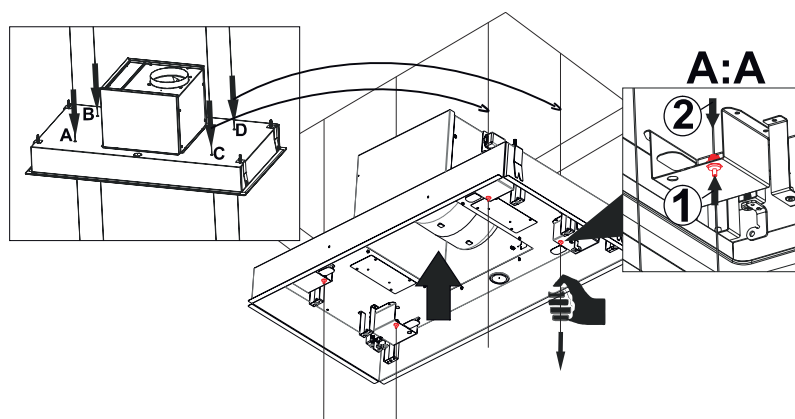

Fig. 13
- 6.** → Før 4 stålwire til punkterne A,B,C,D på produktets nederste panelgruppe, hvor du finder en lås til stålwirene. Sæt wiren igennem låsen og gentag processen for alle 4 wire.(Fig. 13)
- Hold fast i wiren, og træk wiren nedad og produktet hæves. Anvend denne proces på alle 4 wire i bestemte afstande. (Fig. 13)